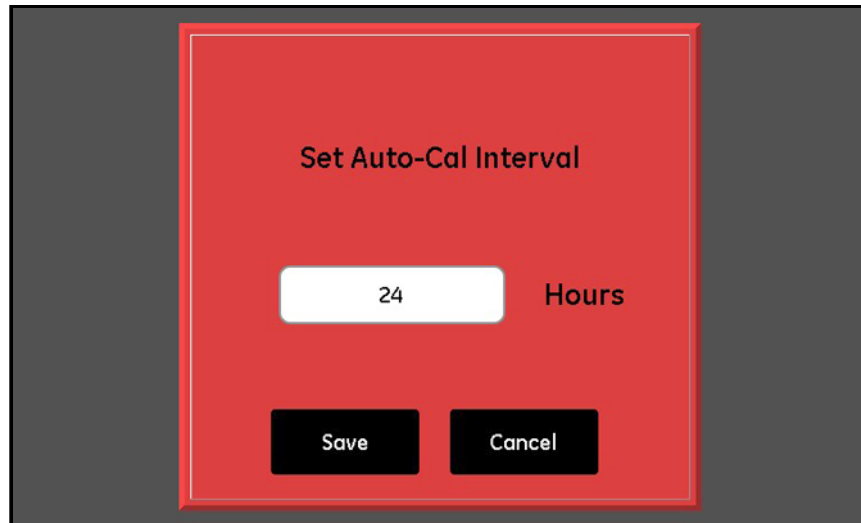

Figura 57: La schermata Imposta intervallo autotaratura
1. Dalla finestra *Configurazione sonda*, toccare il pulsante **Impostazioni autotaratura** per accedere alla schermata *Imposta intervallo autotaratura* per la sonda desiderata (Figura 57).